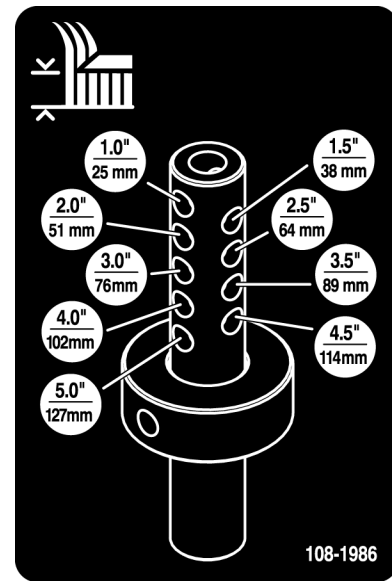

Bild 9
- Richten Sie den Schnitthöhenstellung mit den gewünschten Schnitthöhenlöchern an der Schnitthöhenstange aus (Bild 9).